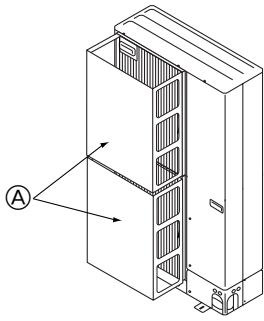

Fig. 2-15
- ① 若机组安装在台风等强风可直接吹入送风口的地方，请安装选购的导气板。(Fig. 2-15)